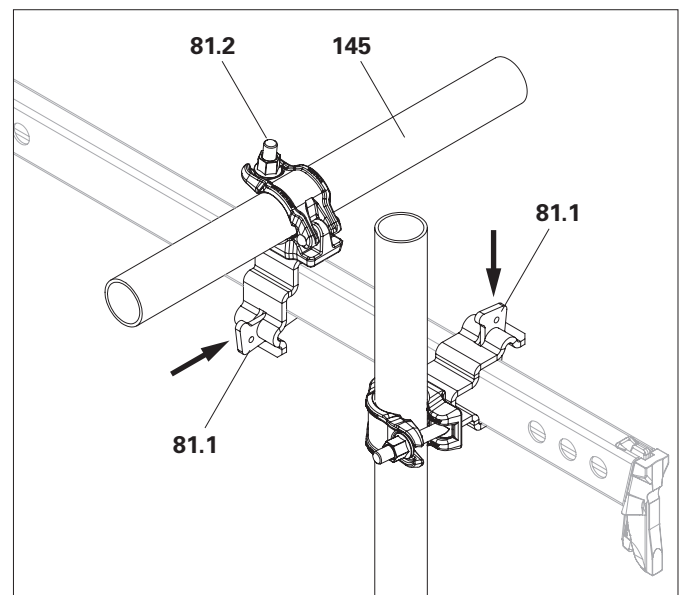

Fig. A10.03b
2. Inserire il cuneo nella chiavetta di serraggio e serrare con un martello. (Fig. A10.03b)
3. Montare il pilastro (**145**) nel giunto per tubi (**81.2**). (Fig. A10.03b)